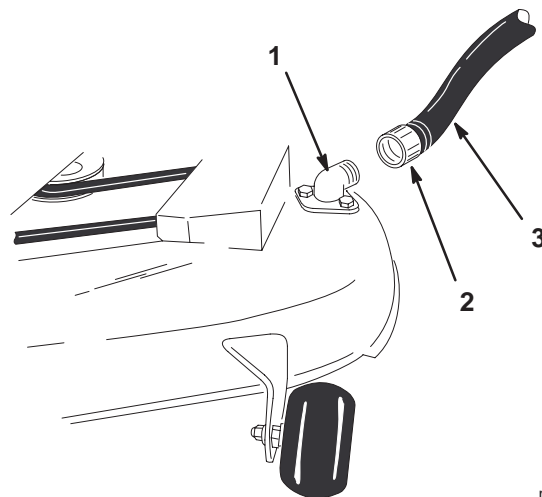

Figure 48
- Vissez le raccord du tuyau à l'embout de lavage du carter de tondeuse et ouvrez l'eau en grand (Fig. 48).